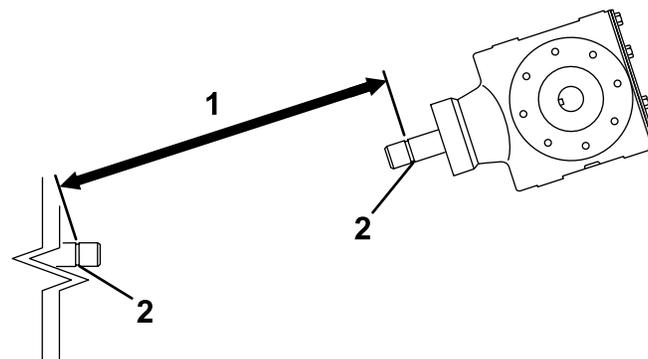
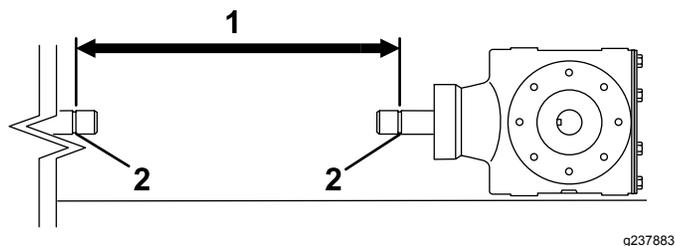
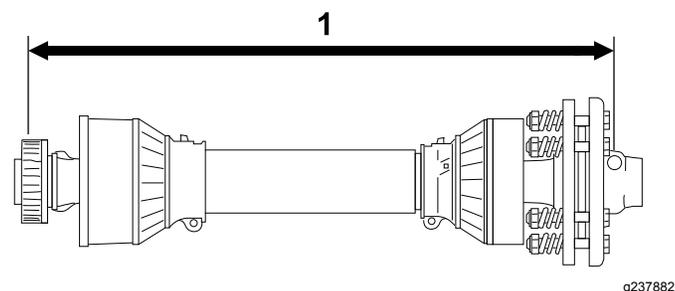

Рисунок 12
Рисунок 14
Рисунок 15
3. Измерьте расстояние от стопорной канавки на конце вала отбора мощности трактора до стопорной канавки на валу отбора мощности редуктора аэратора (**Рисунок 12**). Запишите этот размер. Пример: 67 см.
- Измерьте расстояние от стопорной канавки на конце вала отбора мощности трактора до стопорной канавки на валу отбора мощности редуктора аэратора (Рисунок 14). Запишите этот размер. Пример: 70 см.
- На валу отбора мощности измерьте расстояние от центра шарика стопорного штифта на одном конце до центра стопорного штифта на другом конце (Рисунок 15). Запишите этот размер. Пример: 81 см.
- Возьмите меньший из результатов двух измерений на Рисунок 14 и Рисунок 12, вычтите это расстояние из расстояния на Рисунок 15. Пример: 81 см минус 67 см равняется 14 см.